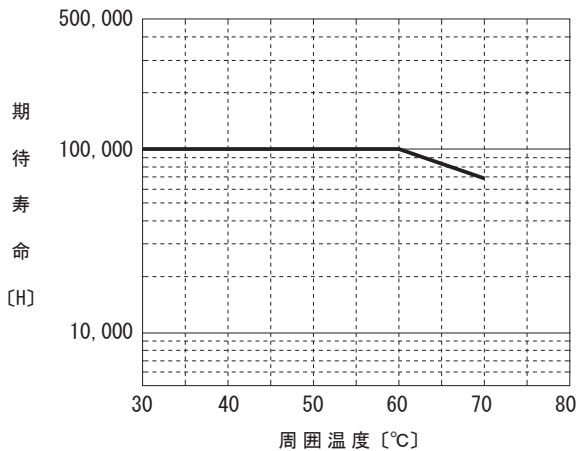

図6.1 ファン期待寿命
■使用条件によってファンの期待寿命 (R(t)=90%) は図6.1のようになります。